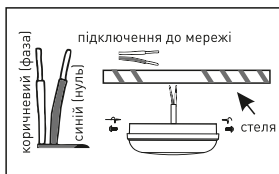

Рисунок 5.3
5.4.4. Під'єднайте світильник до мережі (у разі відсутності клемної колодки - заізолюйте кабелі) (рис. 5.3).